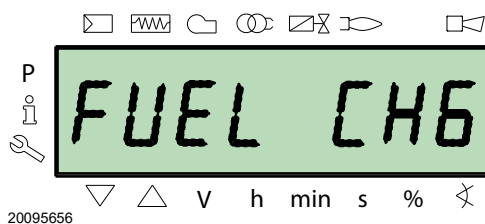

Fig. 34
- 2 avec un sélecteur à distance connecté au bornier principal. En mettant le sélecteur 27) (Fig. 5) sur «EXT», la fonction de sélection du combustible à distance s'active. Dans cette position, en absence de sélecteur à distance, l'écran affiche le combustible prioritaire mais la fonction n'est pas activée. Lors du passage d'un combustible à l'autre, le message suivant s'affiche: «FUEL CHG» Fig. 34. L'écran affiche le fonctionnement au: